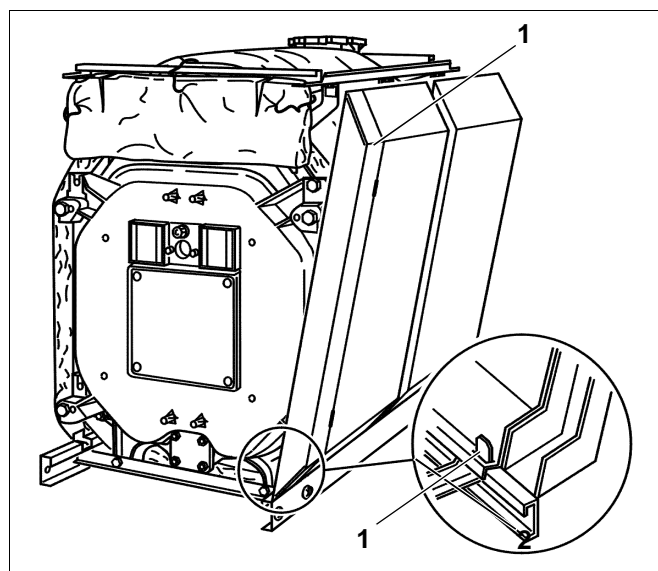

Fig. 49 Montaggio dei pannelli laterali
- Immettere i pannelli laterali sinistro e destro nella linguetta piegata in alto dei longheroni di base (fig. 49, **pos. 1**), quindi spingerli sopra la piegatura dei longheroni.